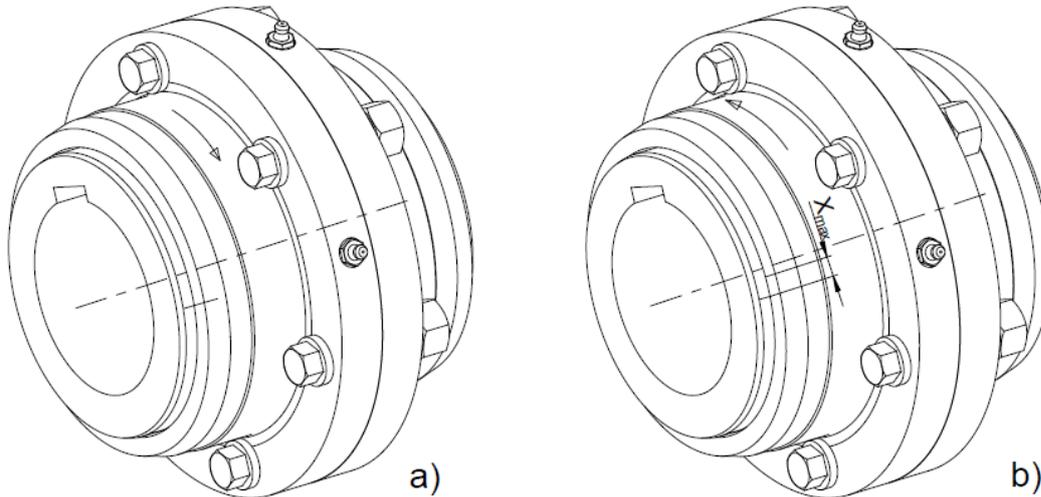

Abbildung 11.1: Überprüfung der Verschleißgrenze
- Markierung an die Nabe Pos. 1 und Kupplungshälfte Pos. 2, wie in der Abbildung 11.1 (a), setzen
- Abstand X_{\max} (siehe Abbildung 11.1 (b)) zwischen den Markierungen messen und mit Tabelle 11.1 vergleichen